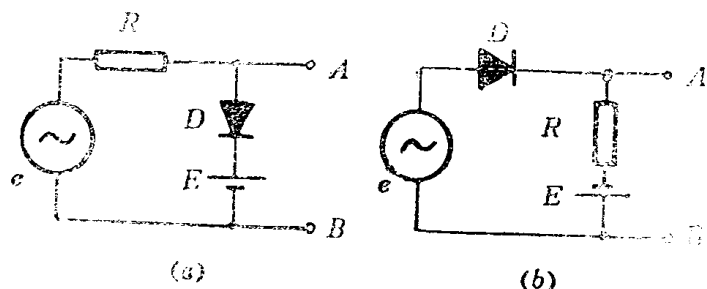

图 1-3
对于图 1-3(b), 首先用图解法求出加在理想二极管两端的电压波形图。
① 本题图 1-3(a) 以 D, E 支路, 图(b) 以 R, E 支路, 应用与此类似方法, 亦能得到同样结论。但分析复杂电路时则以 e 支路求解较为简单, 参见习题 1.16(i)。
② 如果求 AB 电压所选用的某支路中有电路, 则应求流过二极管的电流。
③ 这类题若采用针对 $|e_m| \leq E, |e_m| > E$ 等 4 种情况分别讨论的方法, 也可以得到同样结论, 但不及图解法直观、迅速。